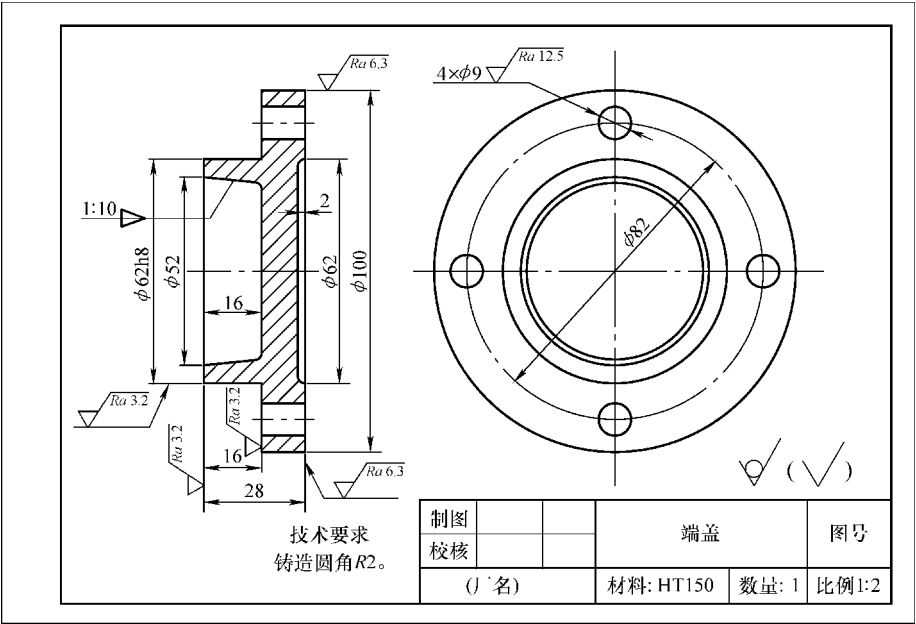

图 11-4 零件图
5) 完成零件图。标注尺寸、表面粗糙度、尺寸公差等，填写技术要求和标题栏，如图 11-4 所示。